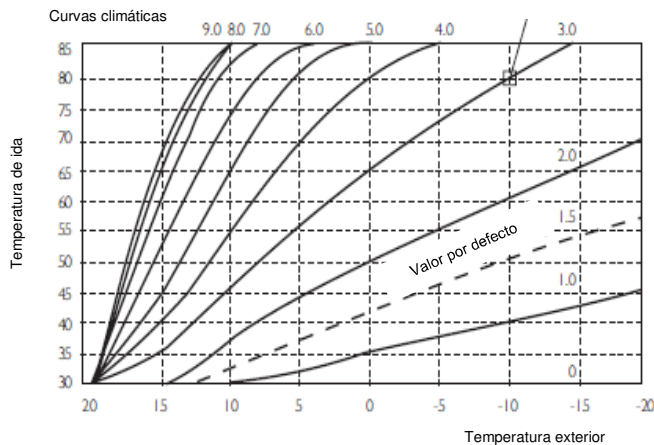

Fig. 24: Gráfico de la curva climática de la sonda exterior
2. Configurar la curva climática requerida del gráfico (Fig. 24), girando el selector rotatorio y pulsándolo para confirmar. Pulsar la tecla "MENÚ" para volver a la pantalla principal.